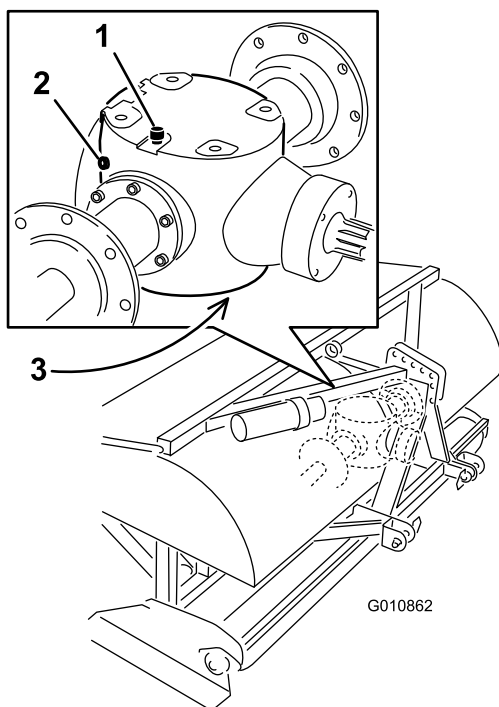

Figure 41
2. Enlevez le bouchon de contrôle du réducteur (Figure 41).
- Vérifiez que le niveau d'huile atteint le bas de l'orifice du bouchon de contrôle du réducteur (Figure 41).
- Nettoyez les débris présents sur le bouchon d'aération/de remplissage et le bouchon de vidange pour éviter la contamination (Figure 41).